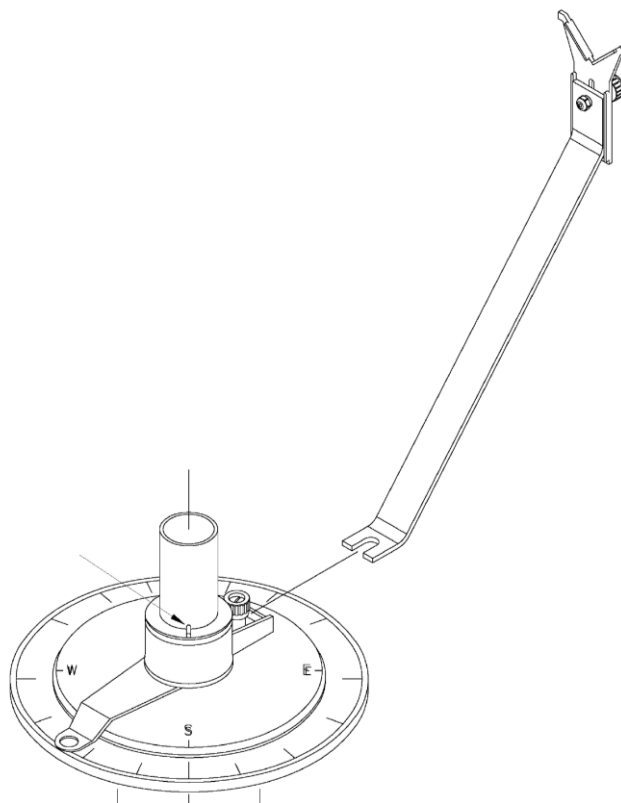

Рисунок 6
- 3) Соберите настольный стенд проверки флюгера как показано на Рисунок 6.